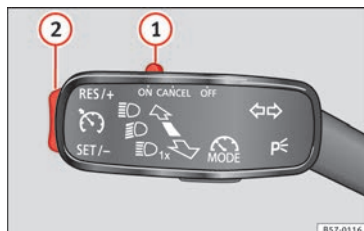

Fig. 49 À gauche de la colonne de direction : contacteur et commandes d'utilisation du GRA.
• Connecter le GRA : déplacez le contacteur » **fig. 49 ①** sur **ON**. Le système s'allume. Étant donné qu'aucune vitesse n'a été programmée, le système ne règle pas la vitesse.
• Activer le GRA : appuyez sur le bouton » **fig. 49 ②** dans la zone **SET/-**. La vitesse fixée est alors mémorisée et maintenue.
• Déconnecter le GRA temporairement : déplacez le contacteur » **fig. 49 ①** sur **CANCEL** ou appuyez sur la pédale de frein. Le réglage est désactivé temporairement.
• Reconnecter le GRA : appuyez sur le bouton » **fig. 49 ②** sur **RES/+**. La vitesse mémorisée sera de nouveau enregistrée et régulée.
• Augmenter la vitesse programmée pendant le réglage du GRA : appuyez sur le bouton **②** sur **RES/+**. Le véhicule accélère jusqu'à la nouvelle vitesse enregistrée.
• Réduire la vitesse programmée pendant le réglage du GRA : appuyez sur le bouton **②** sur **SET/-** pour réduire 1 km/h (1 mph). La vitesse est réduite jusqu'à atteindre la nouvelle vitesse enregistrée.
• Déconnexion du GRA : déplacez le contacteur » **fig. 49 ①** sur **OFF**. La vitesse mémorisée est effacée et le système est déconnecté.